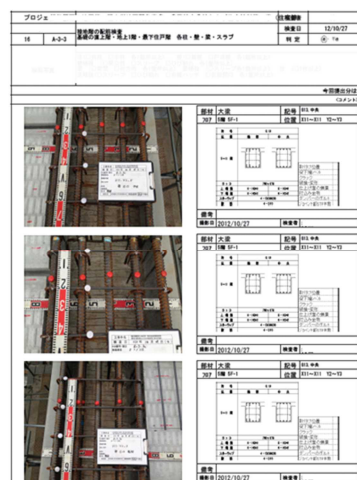

図2 配筋検査写真の帳票
- ・スマートフォンで撮影（写真1）した配筋写真をサーバーに転送することで、検査写真の帳票を自動的に作成できる（図2）。